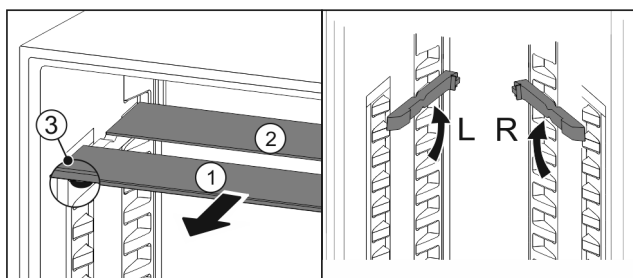

Fig. 143
- Sortir les tablettes par l'avant Fig. 143 (1).
- La tablette en verre Fig. 143 (1) avec bordure décorative est située à l'avant.
- Les butées Fig. 143 (3) sont orientées vers le bas.